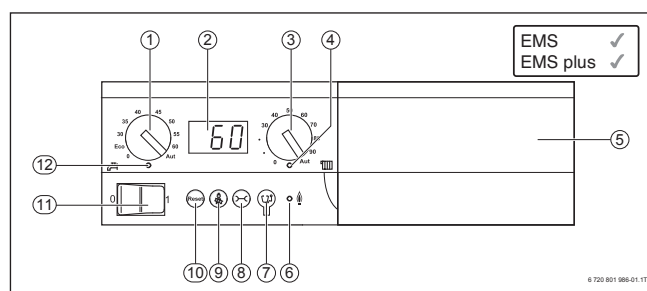

Bild 18 Anzeigen und Bedienelemente des Basiscontrollers Logamatic BC10
Der Basiscontroller Logamatic BC10 (→ Bild 18) ist die Grundbedieneinheit des Logamax plus GB162.
Der Logamatic BC10 enthält alle erforderlichen Elemente zur Bedienung der Heizungsanlage. Außerdem befindet sich am Logamatic BC10 ein Steckplatz für die Bedieneinheit RC300 (→ Bild 18, [5]), mit der weitere Funktionen einer komfortablen Regelung zur Verfügung stehen. Der BC10 verfügt über eine BUS-Schnittstelle EMS, über die er mit dem Regelsystem Logamatic EMS plus kommuniziert.
- Warmwasser-Temperatureinstellung (→ Bild 18, [1], Seite 48)
- Statusanzeige und Störungsdiagnose in einem LC-Display (→ Bild 18, [2], Seite 48)
Der Notbetrieb wird aktiviert (nur für den Heizbetrieb), indem die Taste „Schornsteinfeger“ länger als 8 Sekunden gedrückt wird (→ Bild 18, [9], Seite 48). Der aktivierte Notbetrieb wird durch Blinken des letzten Dezimalpunkts angezeigt. Die eingestellte Kesseltemperatur wird permanent gefahren.
- Kesselwasser-Temperaturbegrenzung (→ Bild 18, [3], Seite 48)
- LED-Anzeige „Wärmeanforderung Warmwasser und Heizung“ (→ Bild 18, [4], Seite 48)
- LED-Anzeige „Brennerbetrieb“ (→ Bild 18, [6], Seite 48)
- Anschlussbuchse für Diagnosestecker zur Anbindung eines Laptops (→ Bild 18, [7], Seite 48)
- Taste „Statusanzeige“ zum Umschalten des Displays auf unterschiedliche Funktionen (→ Bild 18, [8], Seite 48)
- Taste „Schornsteinfeger“ für Abgastest und Handbetrieb (→ Bild 18, [9], Seite 48)
- Taste „Reset“ zur Entstörung des Brenners bei verriegelnden Störungen (→ Bild 18, [10], Seite 48)
- Ein- und Ausschalten des Kessels und aller im Kessel eingebauten Module über einen Hauptschalter (→ Bild 18, [11], Seite 48)
- LED-Anzeige „Warmwasserbereitung“ (→ Bild 18, [12], Seite 48)